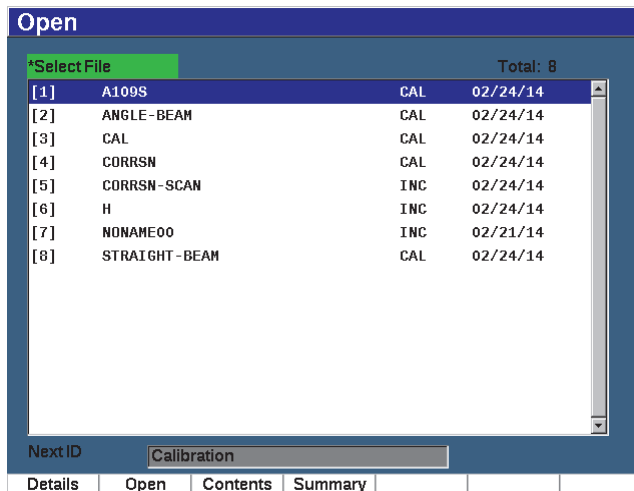

Figura 10-6 Página Open (Abrir)
1. Seleccione **File > Open** (vea la Figura 10-6 en la página 233).